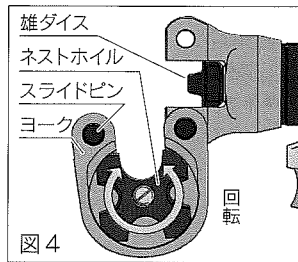

図4
- 3 選定した雄ダイスをピストンに装着し、ヨークのネストホイールを適用電線コネクタの呼びに合わせ回転させます。(図4)